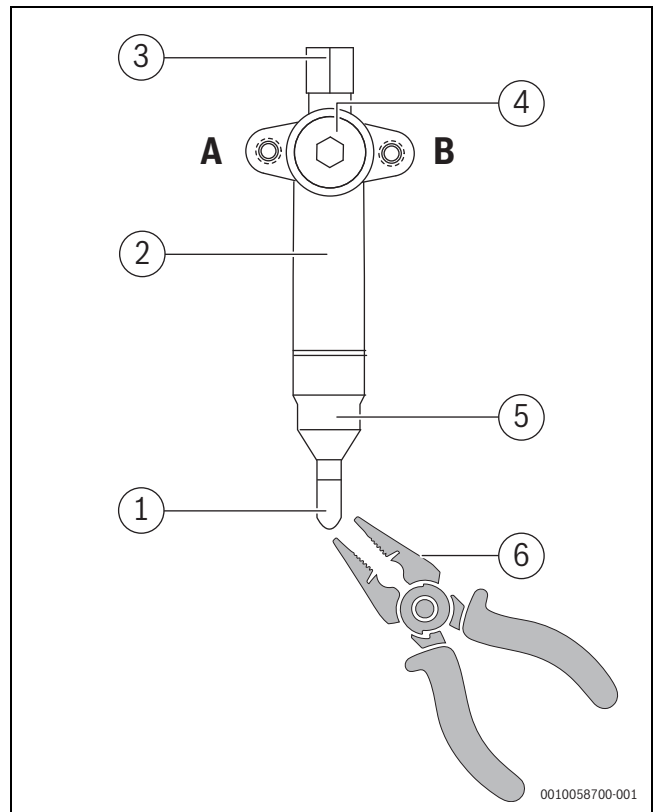

Fig. 22
- ▶ Rimuovere il tubo di tenuta grande (→ Fig. 22).